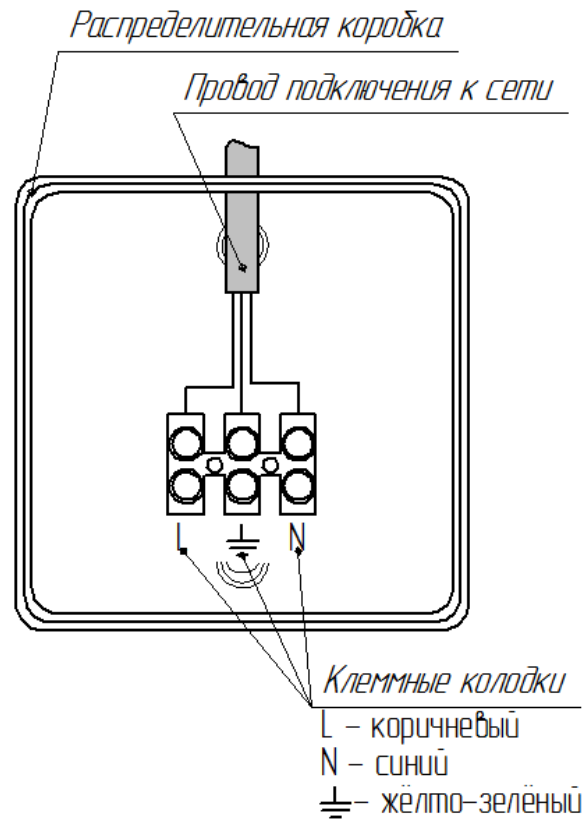

Рис. 4
3) Соединить сетевой кабель с общим клеммником, соблюдая полярность (Рис. 4).